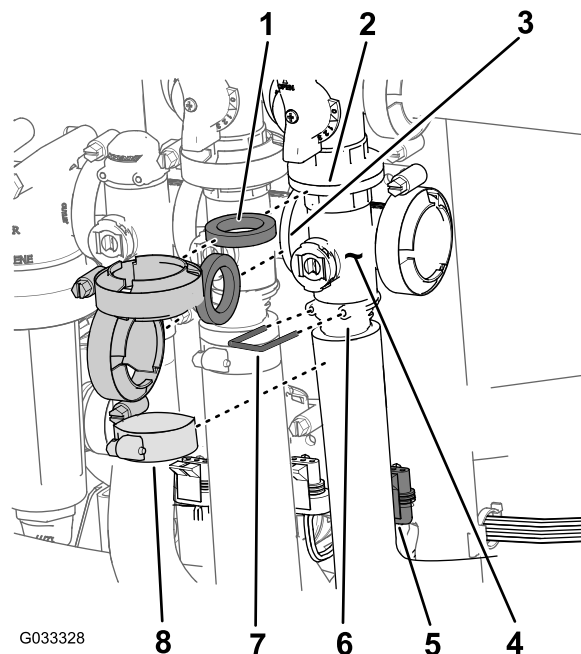

Рисунок 71
- Снимите хомуты и прокладки крепления коллектора главного клапана секций (Рисунок 71) к главному клапану перепуска секций, клапану перемешивания и главному коллекторному клапану секций (на конце шланга расходомера).
- Снимите держатель, который крепит выпускной штуцер к коллектору главного клапана секций (Рисунок 71).